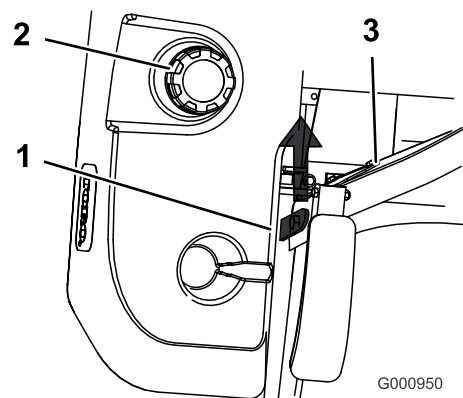

Figura 28
3. Levante el asiento. Esto le permitirá acceder a la parte de la máquina que queda por debajo del asiento (Figura 28).